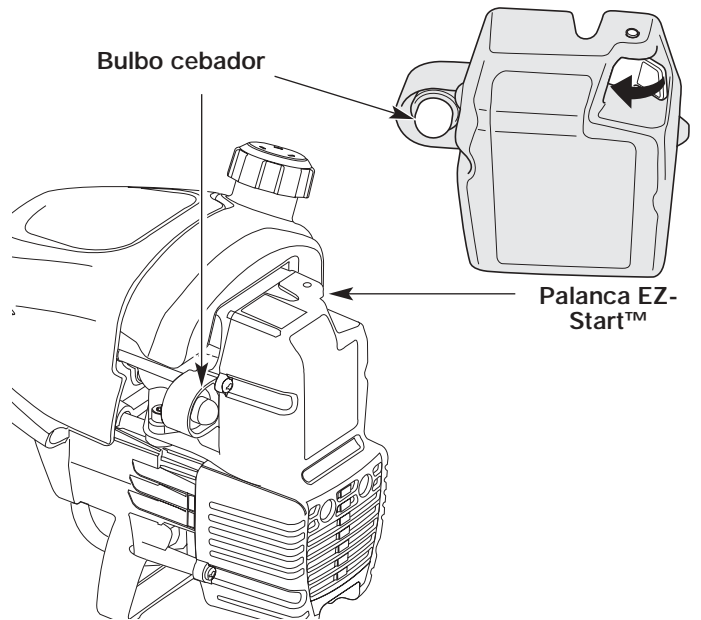

Figure 7
3. Oprima y suelte por completo la bombilla del cebador lentamente de 10 veces. El combustible debe estar visible en la bombilla (Fig. 7). Si el combustible no está visible, oprima hasta que lo vea.
4. Empuje la palanca EZ-Start™ hacia la izquierda hasta que encaje y se asegure en su lugar (Fig. 7).
6. Oprima el control del regulador para calentar el motor de 5 a 10 segundos. La palanca Ez-Start™ se desactiva automáticamente (Fig. 7).